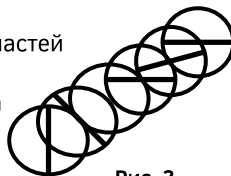

Рис. 3
– проведение контроля “подозрительных” областей желательно проводить не хаотично, а планомерно, заноса результаты измерений в память толщиномера (см. ниже). При этом возможно линейное планирование - проведение ряда однократных измерений (включая вращение) с постоянным шагом (например, 5 mm) вдоль намеченной линии (рис.3);